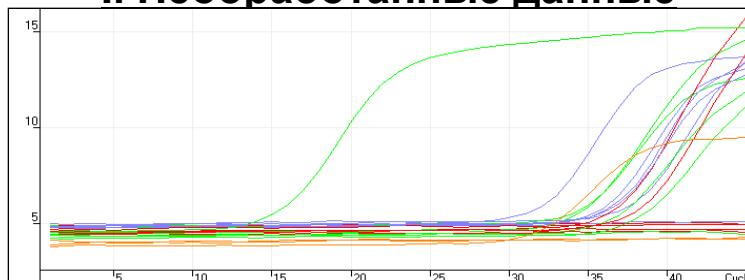

Рис.1. Нормальные исходные кривые
- Среди всех сигналов образцов по каналу должен быть хотя бы один положительный (положительный сигнал имеет характерную S-образную кривую накопления флуоресценции (см. рис. 1). (*При правильной постановке и течении эксперимента обязательно должен присутствовать сигнал положительного контроля*).